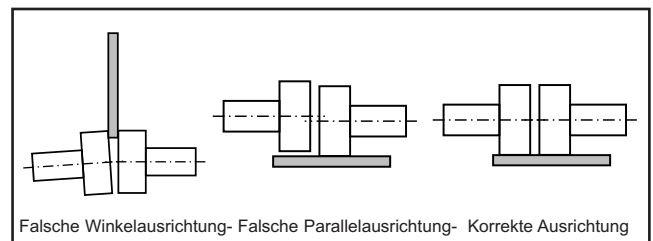

Abb. 7- Ausrichtung des kupplung
1. Die Winkel- und Parallelausrichtung der Kupplung MUSS nach den Herstellerangaben erfolgen ; siehe Abb. 7.